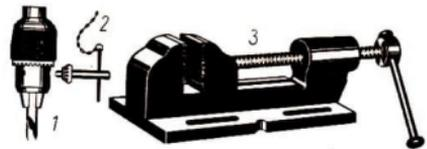

Bild 36 Bohrfutter, Spannschlüssel und Maschinenschraubstock
ein Dreibackenfutter, dessen Spannbacken mit einem **Spannschlüssel** (2) geöffnet und geschlossen werden. Zum Einspannen der Werkstücke benutzt man den **Maschinenschraubstock** (3). Er ist ein Parallelschraubstock (Bild 36).